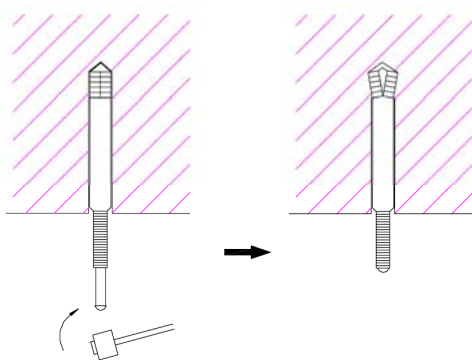

Abb. 38
1. Eine M10-Spreizschraube in die Bohrung einlegen. Einen Nagel in die Spreizschraube einschlagen. Der Bohrungsabstand ist aus der Maßskizze des Innengerätes ersichtlich. Die Installation der Spreizschraube ist im Bild 38 dargestellt: